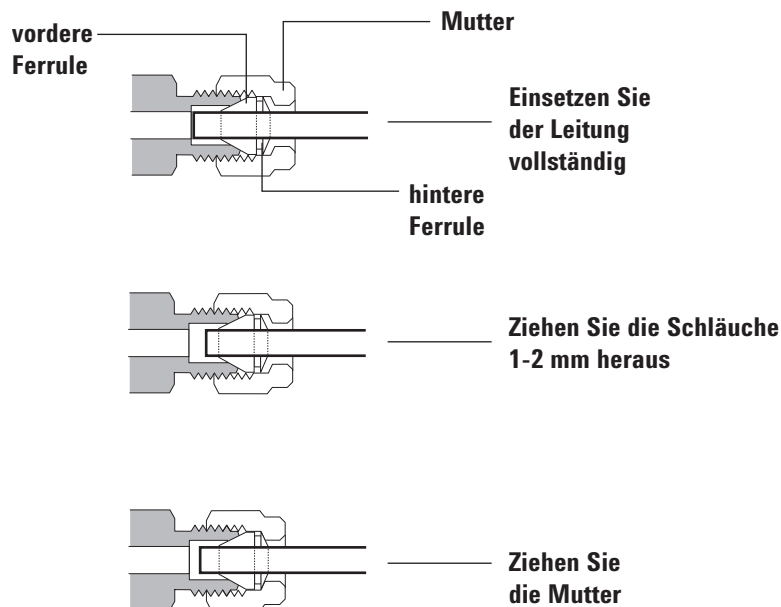

Abbildung 22. Einsetzen der Leitung
- 3 Schieben Sie die Leitung vollständig in die Armatur und ziehen Sie sie anschließend wieder ungefähr 1 bis 2 mm heraus (siehe **Abbildung 22**).